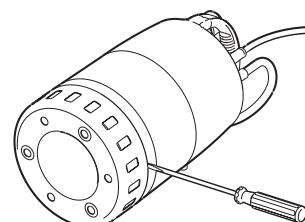

Рис. 8 Демонтаж приемного фильтра
3. Вставить отвертку в выточку между корпусом насоса и впускным сетчатым фильтром и повернуть ее,смотрите рис. 8.
2. Вставить отвертку в выточку между корпусом насоса и впускным сетчатым фильтром и повернуть ее,смотрите рис. 8.